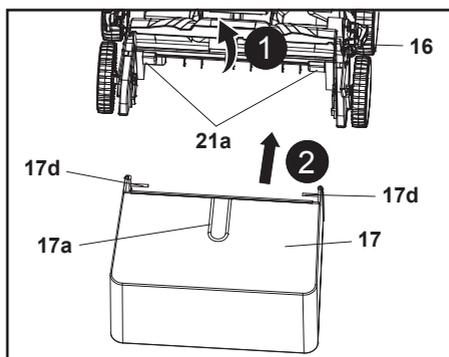

Fig. 6
4. Ouvrir le déflecteur (16) et le maintenir ouvert (Fig. 6, étape 1).
5. Saisir le bac de ramassage (17) par sa poignée de transport (17a).
6. Aligner les deux crochets (17d) avec les supports (21a) et y accrocher le bac de ramassage (17) (Fig. 6, étape 2).
7. Ensuite, dégager soigneusement le déflecteur (16).